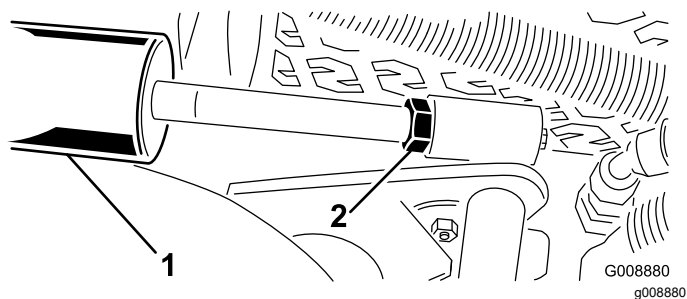

Figura 31
- Slăbiți contrapiulița de pe cilindrul de ridicare (Figura 31).